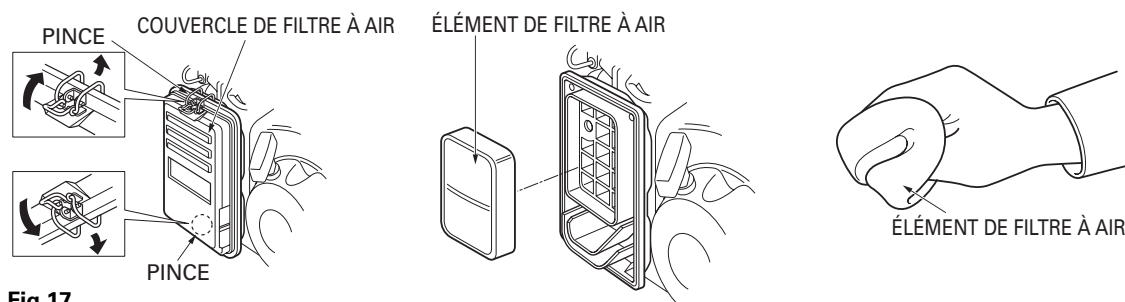

Fig.17
1. Dégrafer les pinces du couvercle du filtre à air, retirer le couvercle du filtre à air et retirer l'élément (Fig. 17).
3. Faire tremper l'élément dans de l'huile moteur propre et éliminer l'huile en excès en l'essorant (Fig. 17). Le moteur dégagera de la fumée au démarrage initial s'il reste trop d'huile dans l'élément.